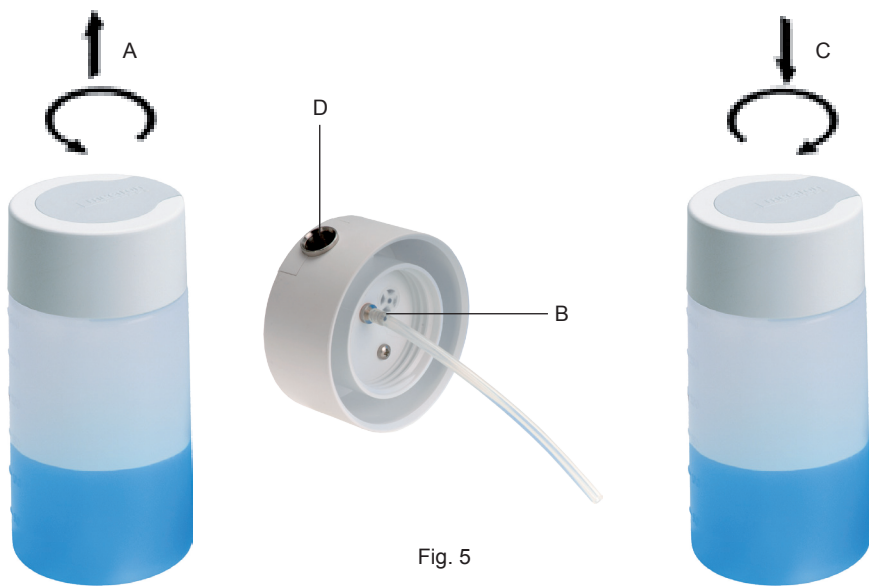
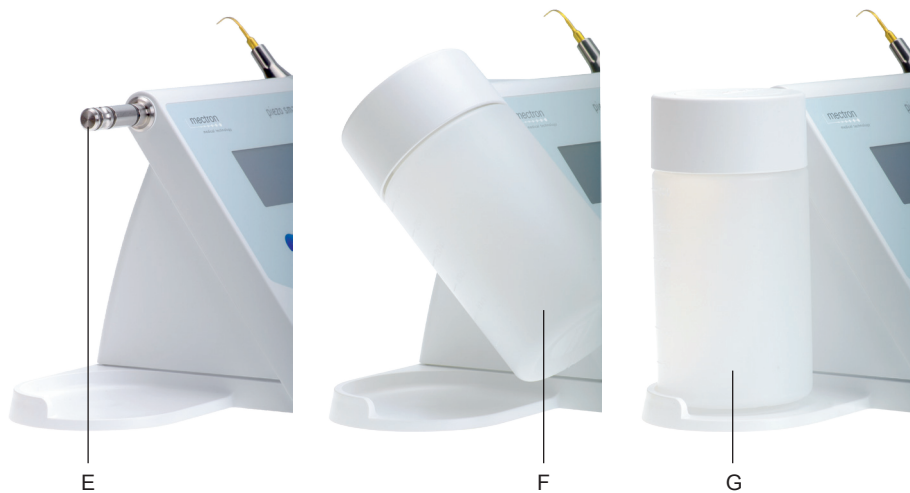

Fig. 5
Fig. 6
- 1 Svitare il tappo del flacone (Fig.5 - Rif.A);
- 3 Controllare che il tubicino sul retro del tappo sia collegato (Fig.5 - Rif.B);
- 4 Avvitare il tappo sul flacone (Fig.5 - Rif.C).
⚠ ATTENZIONE: Verificare che l'innesto del flacone sia pulito e non presenti ostruzioni (Fig.5 - Rif.D).
⚠ ATTENZIONE: Verificare che l'innesto flacone del dispositivo sia pulito (Fig.6 - Rif.E).
⚠ ATTENZIONE: Verificare che gli oring presenti sull'innesto flacone non siano danneggiati (Fig.6 - Rif.E).
- 1 Tenendo il flacone inclinato a 45° (Fig.6 - Rif.F) innestare il flacone sul dispositivo (Fig.6 - Rif.E) tramite l'innesto presente sul tappo (Fig.5 - Rif.D);
- 3 Ruotare il flacone verso il basso portandolo in posizione verticale (Fig.6 - Rif.F).
- 1 Ruotare il flacone verso l'alto portandolo ad una inclinazione di 45° (Fig.6 - Rif.F);